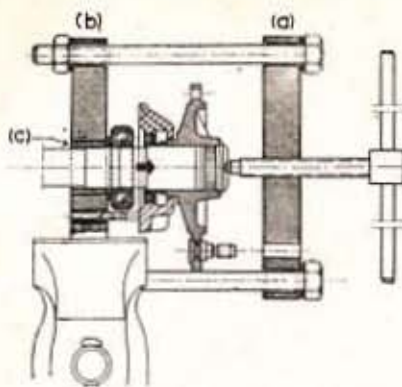

Fig. 97. — Montage du roulement
- Mettre en place l'appareil n° 8.0517 Z équipé de la bague (c) (fig. 97).